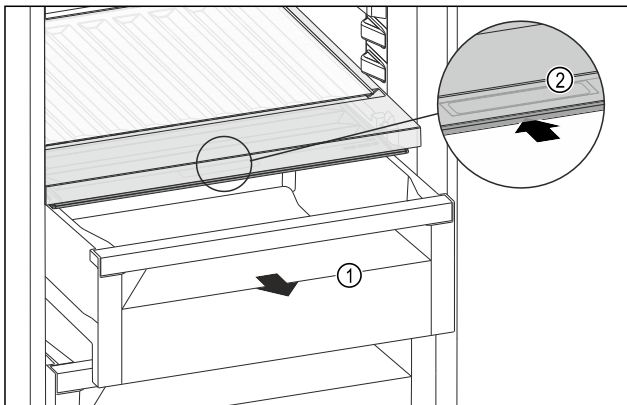

Fig. 174
- ▶ Schubfach Fig. 174 (1) herausziehen.
- ▶ Griffmulde Fig. 174 (2) am Fachdeckel anfassen und Fachdeckel gleichzeitig nach hinten schieben.